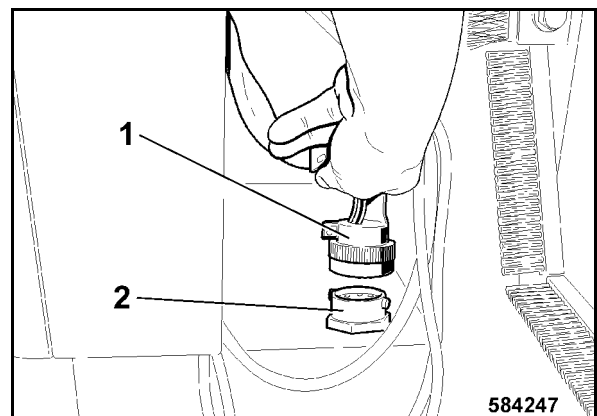

Fig. 192
- Encajar la clavija 1 (Fig. 192) en la caja de enchufe (2).